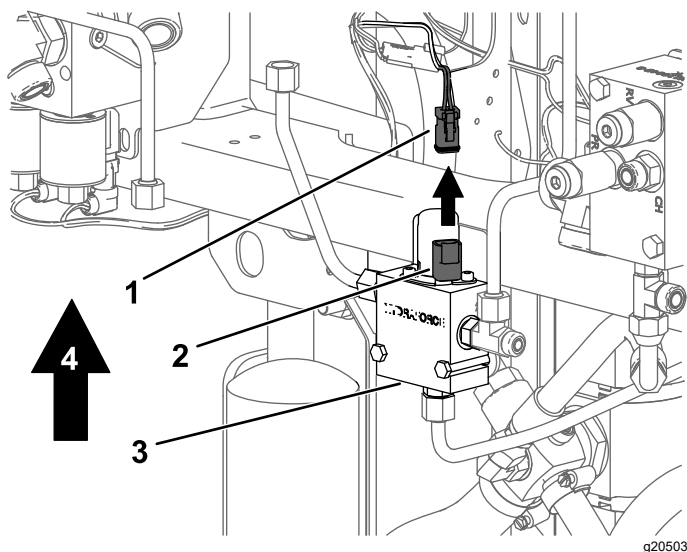

Figuur 28
9. Leid de 2 overige kabels die niet direct verbonden zijn met het relais halverwege langs de bestaande kabelboom onder het frame en vlak boven de driewegverdeler (Figuur 28).
13. Leid de overige losse kabelboomuiteinden omlaag rond het onderste frame en sluit ze aan op 2 spoelen van de stroomverdeler aan de binnenkant van de rechtervoorband (Figuur 28 en Figuur 32).